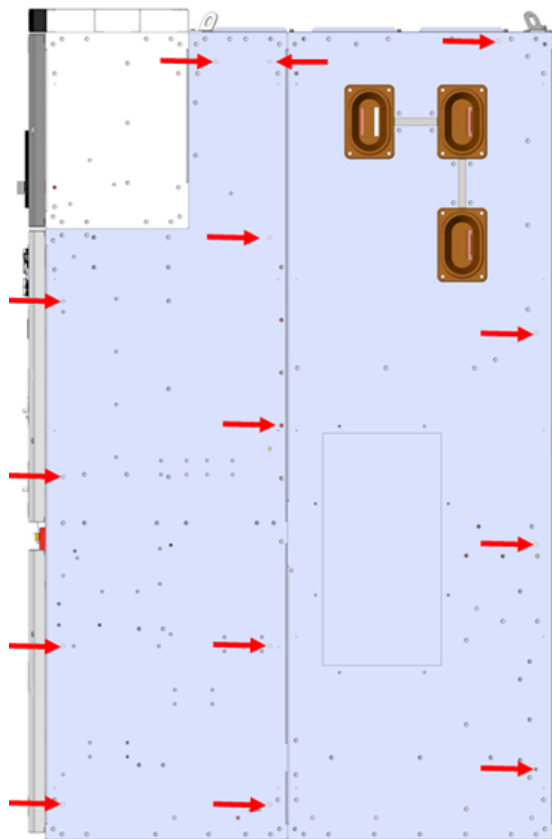

Рис. 22. Места скрепления соседних шкафов КРУ
2.5.2.4 Стянуть смежные боковые стенки установленных шкафов КРУ болтами М6х16 DIN6923 из комплекта ЗИП согласно рис. 22.